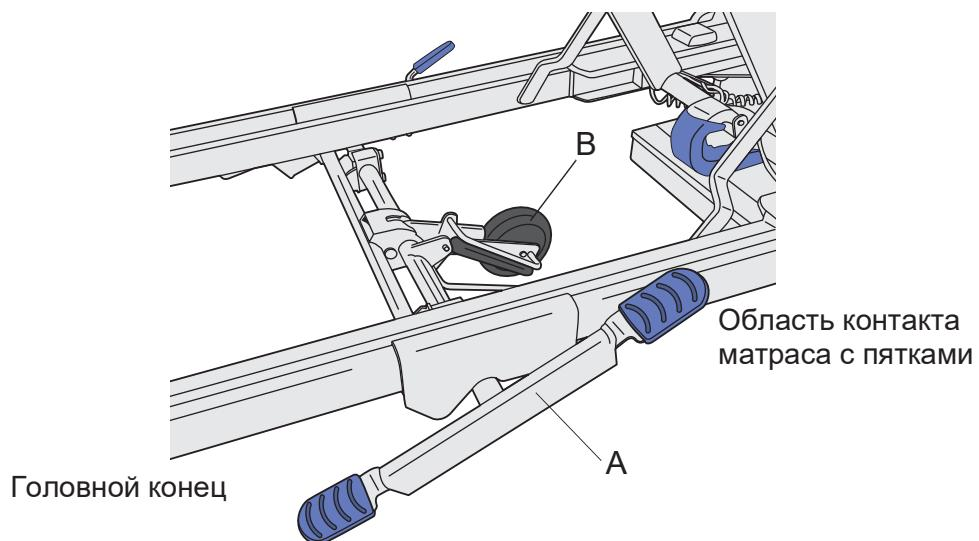

Рис. 1 - Педаль активации 5-го колеса
1. Наступите на головной конец педали активации 5-го колеса (A). (см. рис. 1).
1. Наступите на ножной конец педали активации 5-го колеса (A). (см. рис. 1).
2. Убедитесь, что 5-е колесо (B) поднялось с пола.